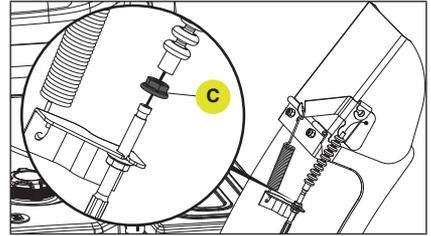

Figure 80
- Faites glisser la gaine en caoutchouc vers l'arrière et desserrez complètement l'écrou supérieur (C) à l'extrémité du câble, comme illustré, afin de pouvoir faire glisser le câble vers l'extérieur. (Fig. 80)